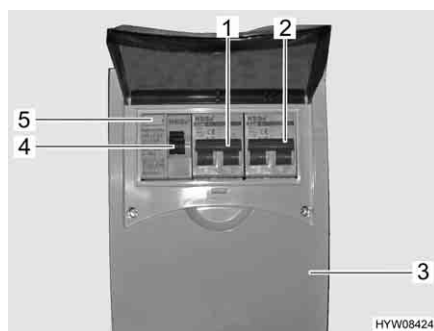

Fig. 106 Scatola dei fusibili a 230 V con interruttore di sicurezza e interruttore automatico FI
Un interruttore di sicurezza per correnti di guasto (interruttore automatico FI) (Fig. 106,5) nella scatola dei fusibili (Fig. 106,3) protegge l'intero veicolo da correnti di guasto (0,03 A).
L'interruttore di sicurezza collegato in serie (10 A) (Fig. 106,1) protegge le prese da 230 V, la centralina elettrica, il caricabatteria supplementare e il frigorifero.
Per veicoli con accessori opzionali, p. es. il riscaldamento ad aria calda con riscaldatore elettrico a immersione o l'impianto di climatizzazione a tetto, un ulteriore interruttore di sicurezza (16 A) (Fig. 106,2) protegge l'apparecchio.
- Se il veicolo è collegato all'alimentazione a 230 V, premere il tasto di controllo (Fig. 106,4). L'interruttore di sicurezza per correnti di guasto (FI) deve scattare.